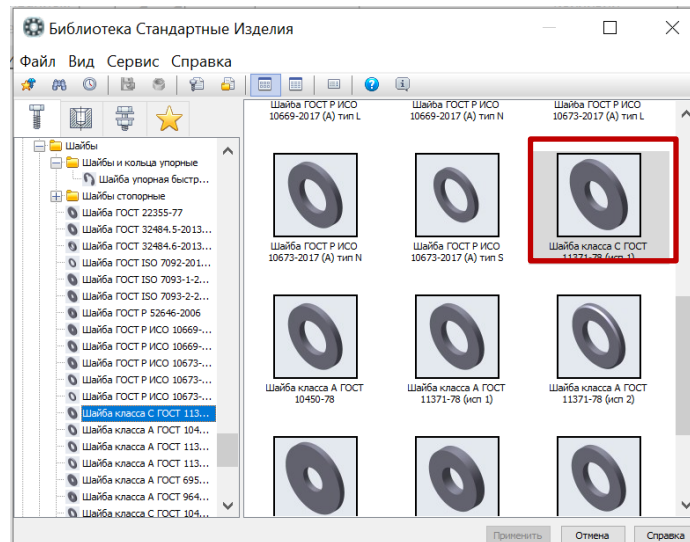

Рис. 41 Выбор Шайбы из Библиотеки стандартных изделий
- Библиотека Стандартные Изделия – Крепежные изделия – Шайбы – Шайбы стопорные. Выбрать шайбу по ГОСТ 11371–78 (исп 1) (рис. 41).